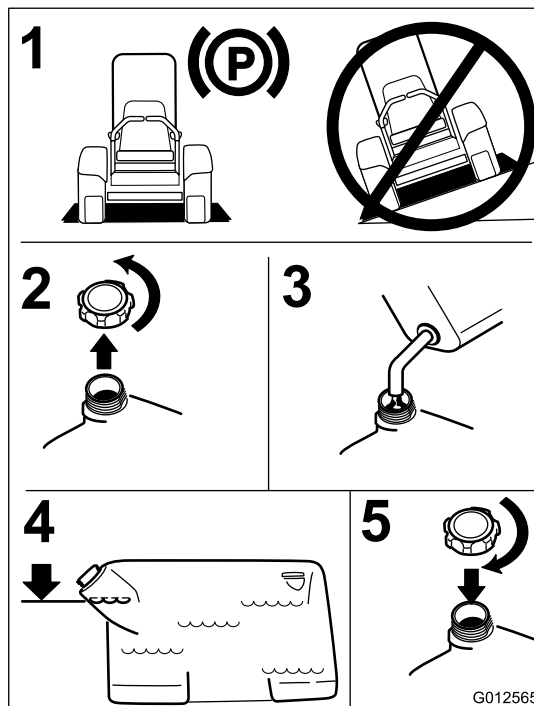

Figura 7
4. Riempite il serbatoio fino alla base del collo del bocchettone. Accertatevi che nel serbatoio vi sia sufficiente spazio vuoto per contenere l'espansione del carburante Figura 7.